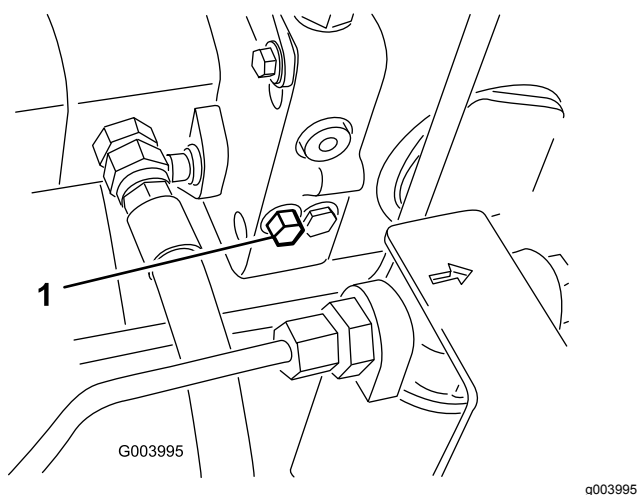

Figura 41
1. La valvola di bypass è situata sul lato sinistro dell'idrostatato (Figura 41). Fate ruotare di un giro e mezzo il bullone per aprire e lasciare bypassare l'olio all'interno. Dal momento che il fluido viene bypassato, potete spostare lentamente la macchina senza danneggiare la trasmissione.